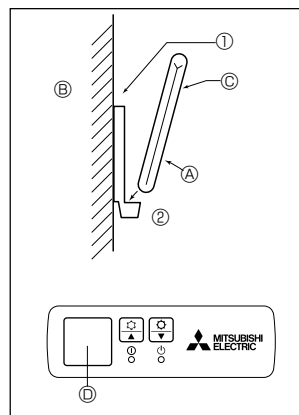

Fig. 6-5
2) Aufstellverfahren (Fig. 6-5)
- ① Die Halter der Fernbedienung mit zwei Blechschrauben am gewünschten Ort anbringen.
- ② Die Unterseite der Fernbedienung in den Halter einsetzen.